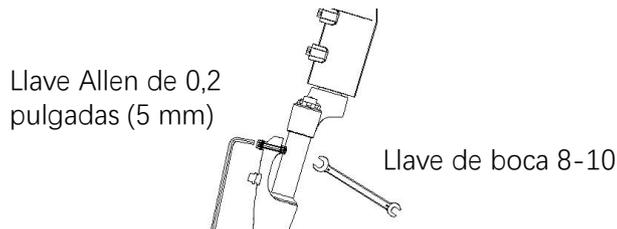

Figura 1.
1. Retire los tornillos de la horquilla con llaves Allen de 4 y 5 mm y una llave fija de 8-10, como se muestra en la Figura 1.